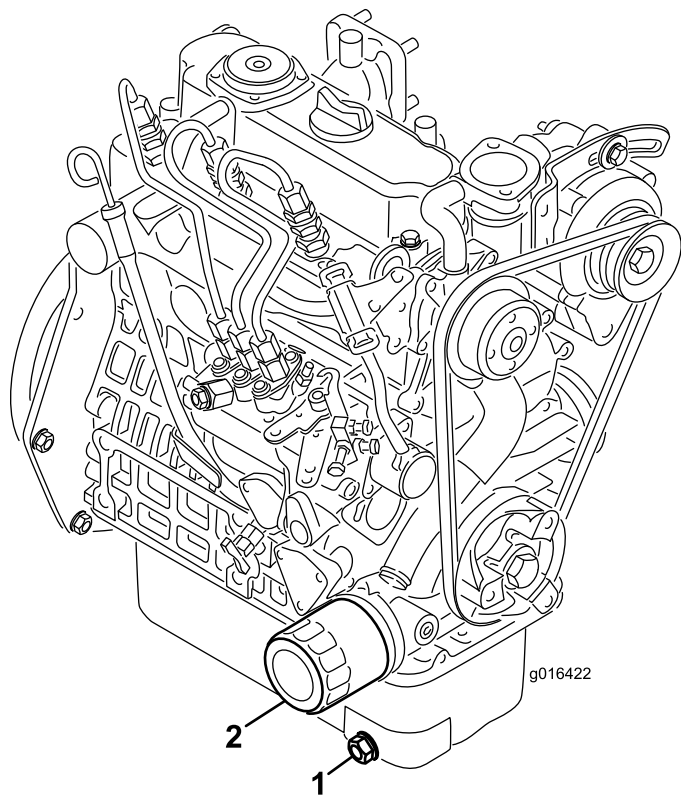

図 36
- ドレンプラグ 図 36 を外してオイルを容器に受ける。オイルが抜けたらドレンプラグを取り付ける。